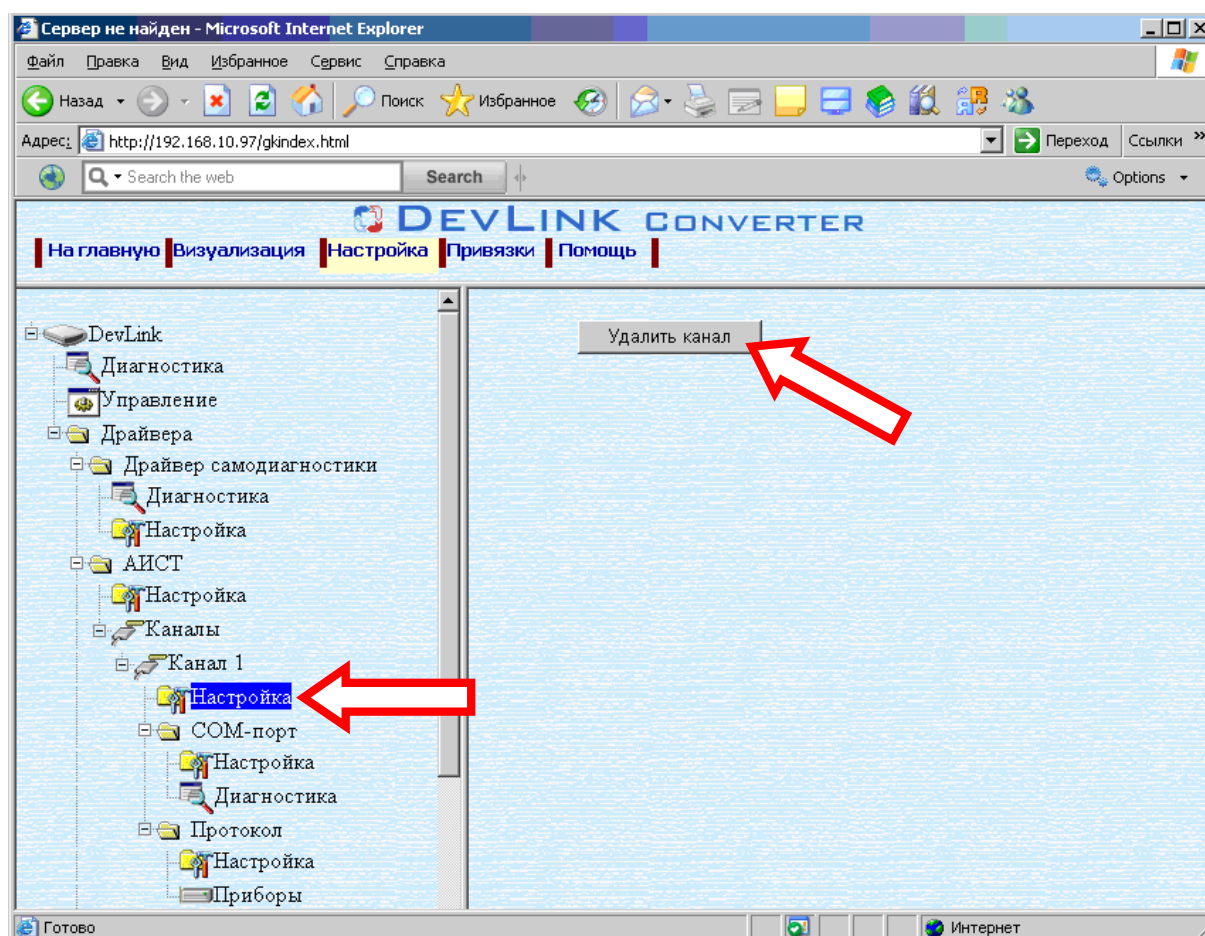

Рисунок 3.3 – Удаление канала
- Нажмите на кнопку «Добавить канал». В результате будет произведено добавление канала. Дерево объектов будет обновлено (рисунок 3.3). Папка «Каналы» драйвера должна содержать поддерево, относящееся к новому каналу
- Выберите в дереве объектов *папку «Настройка»* нужного канала драйвера (рисунок 3.3).